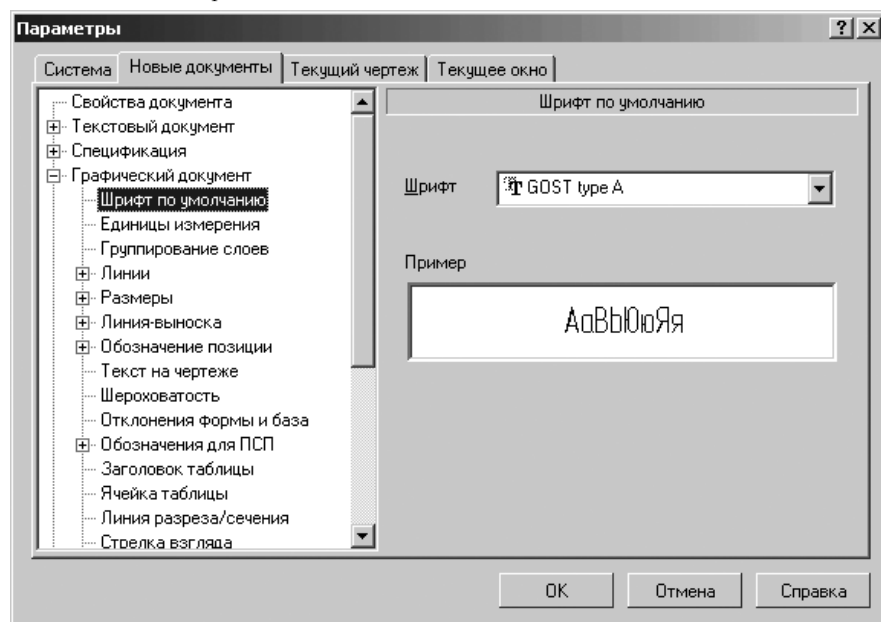

Рис. 10.18. Диалоговое окно **Параметры** с открытой вкладкой **Новые документы** и панелью **Шрифт по умолчанию**
- щелкните в дереве документов по значку , стоящему перед пунктом **Графический документ**, если этот пункт не раскрыт, а затем по пункту **Шрифт по умолчанию**. В правой части появится панель **Шрифт по умолчанию**, показанная на рис. 10.18.